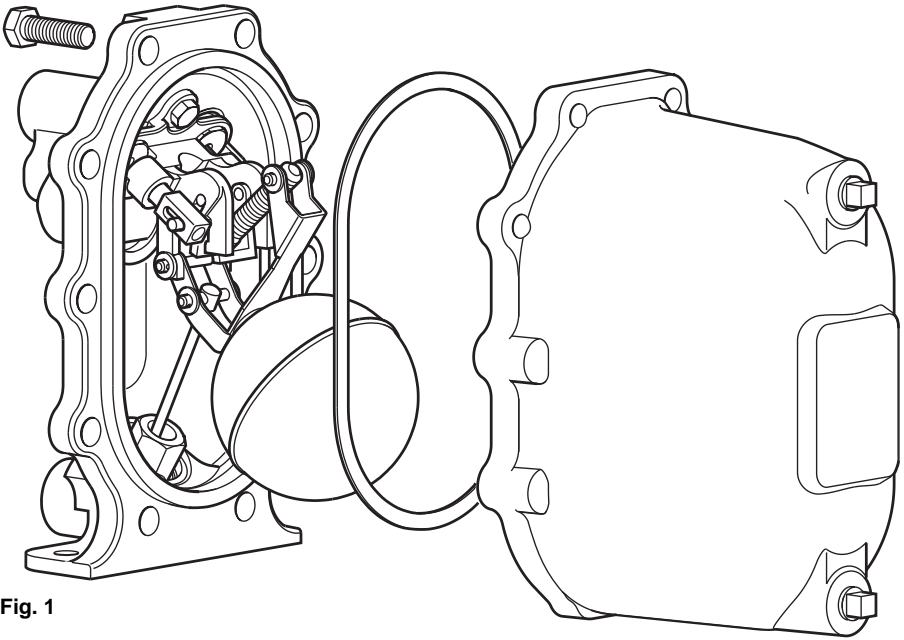

Fig. 1
1. Desconecte todas las conexiones de la tapa. Quite los tornillos de la tapa con la llave de tubo, separe con cuidado el conjunto tapa y el cuerpo (225 mm distancia mínima para desmontar). Coloque el conjunto tapa sobre un banco o alguna otra superficie de trabajo y fíjelo con firmeza, evitando el contacto con la cara de la junta. (Ver Fig. 1).